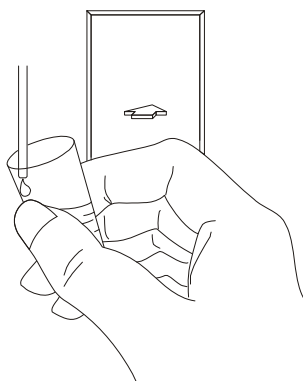

Abbildung 6-4 Dispensieren von Verdünnungslösung
86. Platzieren Sie ein sauberes Probenröhrchen unter dem Proben-Messkopf und stellen Sie sicher, dass das Röhrchen wie in Abbildung Abbildung 6-4 dargestellt in Richtung Messkopf geneigt ist, um ein Verschütten oder Blasenbildung zu vermeiden. Drücken Sie die ASPIRATE-Taste, um 0.7 ml Verdünnungslösung in das Röhrchen zu dispensieren (das Dispensierungsvolmen wird durch den Analysator kontrolliert).